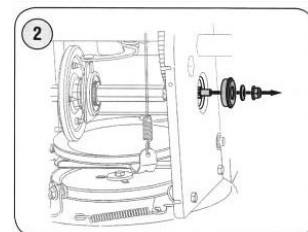

Рис. 22
3. Осторожно снимите шестигранную гайку и шайбу, которые фиксируют (см. рис. 22) шестигранный вал к раме снегоуборщика и слегка постучите по концу вала, чтобы сместить шарикоподшипник с правой стороны рамы.